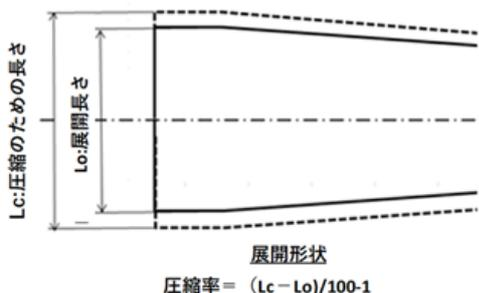

図9 圧縮率の定義
②は冷間鍛造技術を応用し、周方向の製品周長とブランク周長に差を設けることで(図9)、部品全体に周方向の圧縮応力を付与することで高精度なI字形状(図10)とした。適切な圧縮率によってパイプ成形後のレーザー接合品質確保のための接合部の0.1mm以下の隙を実現した。